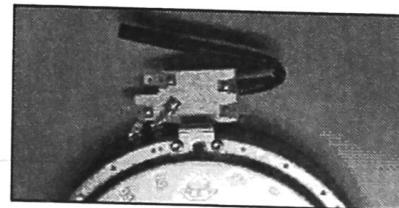

FIGURE 4
5. Raccorder le fil de rallonge au faisceau de la cuisinière et à l'emplacement approprié sur le bornier. Placer le tube de sorte qu'il recouvre complètement les bornes. Voir Figure 4.